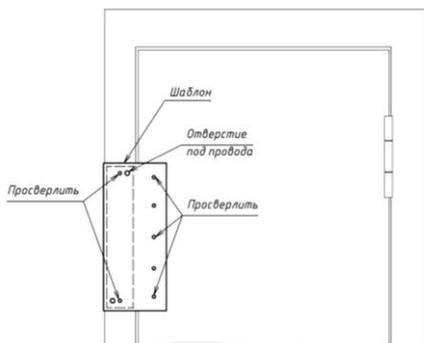

Рисунок 3 – Установка замка по шаблону
- 5.2 После определения места расположения замка необходимо наметить по шаблону и просверлить отверстия под провода и крепежные винты для корпуса и Z-профиля (рисунок 3).